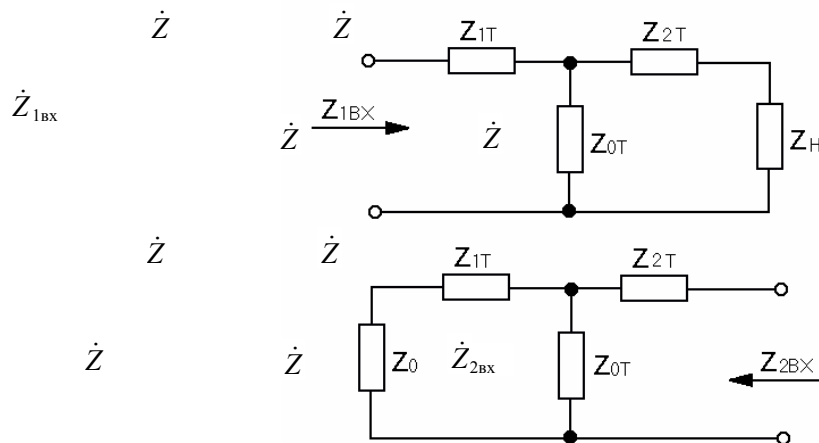

Рис. 5.8
5.5. Определить входное сопротивление ЧП со стороны первичных зажимов при подключении к выходным зажимам нагрузочного сопротивления  $Z_H = 2 \text{ Ом}$ . То же при нагрузке со стороны первичных зажимов  $Z_0 = 1 \text{ Ом}$  (рис. 5.8).